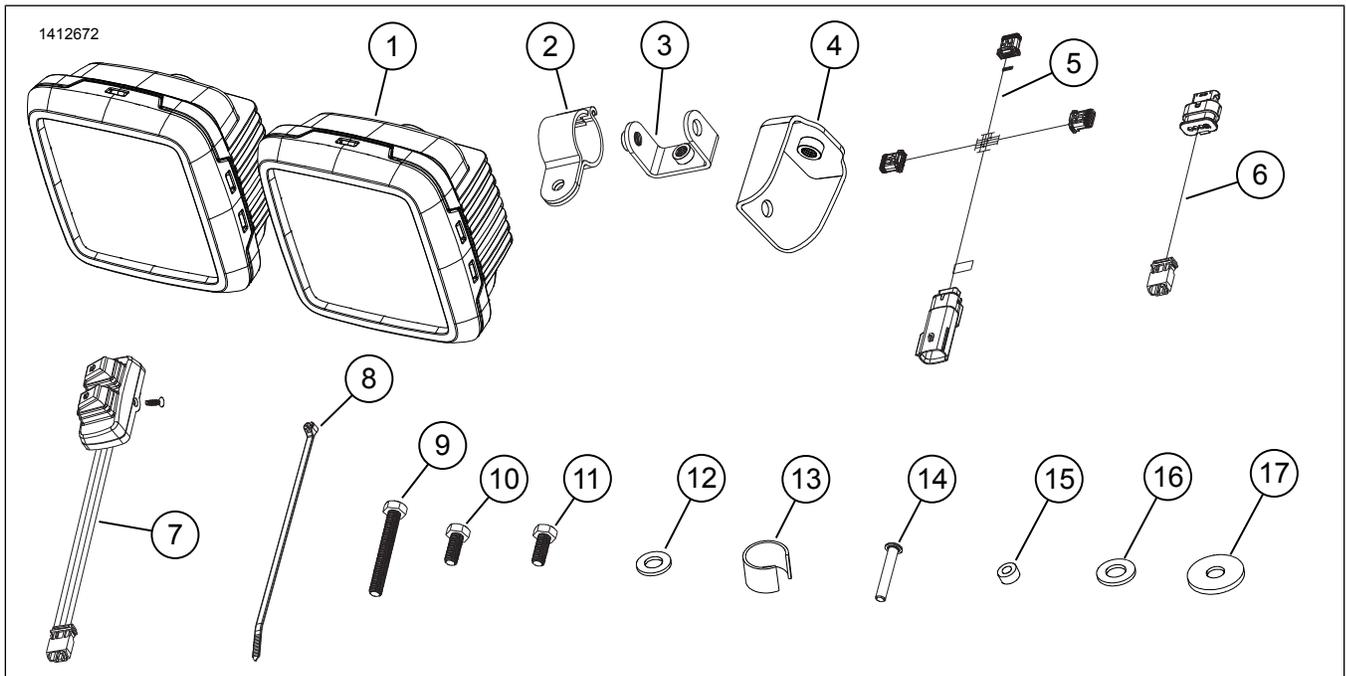

Figure 1. Contenu du kit : Composants du feu auxiliaire avant
1. Voir la figure 1. Démontez le pack de commutateurs (7).
- a. **Kits 68000341 et 68000342 :** installer des entretoises (15) entre la base du pack commutateurs et la bride d'embrayage. Voir la figure 1.
4. Installer les vis (1) sans les serrer.
6. Serrer les vis (1).